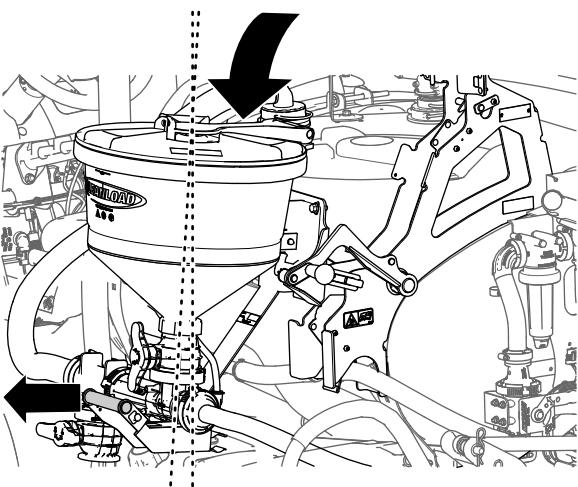

Figura 35
4. Desça completamente o misturador mantendo o manípulo do misturador ligeiramente para fora (Figura 35).
- Eleve o misturador mantendo o manipulo do misturador ligeiramente para fora (Figura 35).